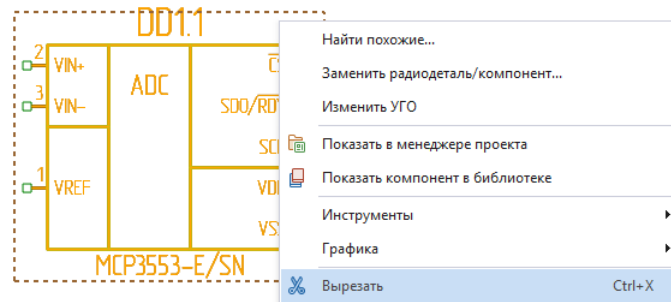

Рис. 200 Инструмент «Вырезать»
2. Вызвать контекстное меню и выбрать пункт «Вырезать», либо воспользоваться сочетанием клавиш «Ctrl+X», см. Рис. 200.